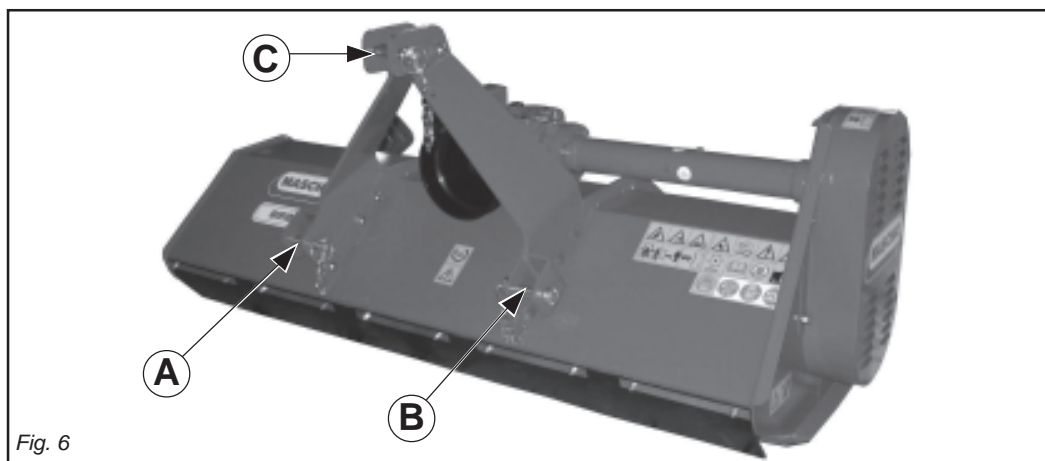

Fig. 6
Le piastre (A-B-C Fig. 6) vanno montate sempre e solo come illustrato in Fig. 6 con i fori posizionati anteriormente al tubo quadro.
The plates (A-B-C Fig. 6) are always mounted only as illustrated in Fig. 6, with the holes positioned in front of the square tube.
Les plaques (A-B-C Fig. 6) ne doivent être montées que comme illustré sur la Fig. 6 avec les trous positionnés à l'avant du tube carré.
Die in Abb. 6 mit A-B-C angeführten Platten haben stets wie in dieser Abbildung aufgezeigt montiert zu werden - d.h. die Lochungen werden vor das Flachrohr gesetzt.
Las placas (A-B-C Fig. 6) tienen que instalarse siempre y sólo como ilustrado en la Fig. 6, con los agujeros colocados adelante del tubo cuadrado.
- 1- Accostare le barre del sollevatore ponendole all'interno delle piastre (A-B-C Fig. 6), inserire il perno nel foro predisposto e bloccare con le copiglie a scatto.
- 4- Collegare il terzo punto superiore (C Fig. 6) ed effettuare una corretta regolazione con il tirante, verificando che il piano superiore della macchina risulti parallelo al piano terra.
- 1- *Near the lift bars, setting them in the most suitable plates (A-B-C Fig. 6). Insert the pin into the relative hole and lock in place with the snap-in split pins.*
- 4- *Connect the upper third-point (C Fig. 6) and correctly regulate by means of the adjuster, checking that the upper surface of the machine is parallel to the ground. This is very important since it achieves parallelism between the axis of the machine and that of the tractor pto.*
- 1- Approchez les barres du relevage en les plaçant à l'intérieur des plaques les plus appropriées (A-B-C Fig. 6), introduisez l'axe dans le trou correspondant et bloquez par les goupilles à encastrement.
- 4 - Reliez le troisième point supérieur (C Fig. 6) et réglez correctement à l'aide du tirant. Assurez-vous que le plan supérieur de la machine soit pratiquement parallèle au terrain. Ceci est très important en vue d'obtenir le parallélisme entre l'axe de la houe et celui de la prise de force du tracteur. Travailler dans ces conditions signifie limiter les sollicitations sur la prise de force et prolonger la durée de l'arbre à cardans, mais aussi de la machine.
- 1- *Die Lenker des Krafthebers annähern und in die am besten geeigneten Platten schieben (A-B-C Abb. 6). Den Bolzen in das Loch stecken und mit dem einrastenden Splint blockieren.*
- 4 - *Den oberen Kupplungspunkt (C Abb. 6) anschließen und den oberen Lenker korrekt einstellen. Sicherstellen, daß die obere Haubenkante der Maschine parallel zum Boden steht. Das ist sehr wichtig, um die Parallelität zwischen der Achse der Maschine und der der Schlepper-Zapfwelle zu erhalten. Wenn diese Parallelität gegeben ist, wird die Zapfwelle weniger belastet und das Leben von Gelenkwelle und Gerät wird verlängert.*
- 1- Acercar las barras del elevador poniéndolas dentro de las placas más indicadas (A-B-C Fig. 6), introducir el perno en el orificio y bloquear con los pasadores de resorte.
- 4 - Conectar el tercer punto superior (C Fig. 6) y efectuar una correcta regulación con el tirante de regulación controlando que el plano superior de la máquina resulte paralelo al plano al nivel del suelo. Esto es muy importante para obtener paralelismo entre el eje de la máquina y el eje de la toma de fuerza del tractor. Esto permite limitar los esfuerzos sobre la toma de fuerza misma y hacer durar el árbol cardánico y la máquina misma.